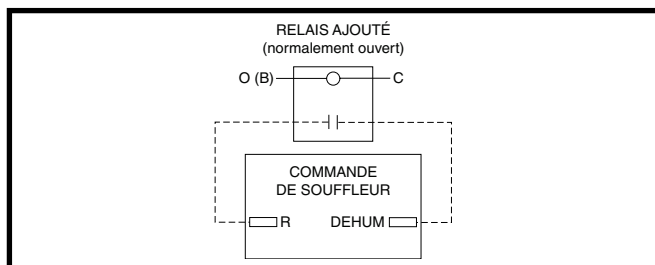

Figure 24. Configuration de câblage DEHUM sans humidistat
- Si aucun humidistat n'est à disposition, il est possible de brancher les bornes **R** et **DEHUM** par l'entremise d'un relais normalement ouvert fourni sur place. Consulter la Figure 24 (page 26). Les bornes **R** et **DEHUM** doivent être branchées aux bornes du relais normalement ouvert. Les bornes **O (B)** et **C** doivent alors être branchées à la bobine du relais. Cette option fait en sorte que le souffleur fonctionne à un débit (m^3/min) réduit pendant 10 minutes après un appel de refroidissement.